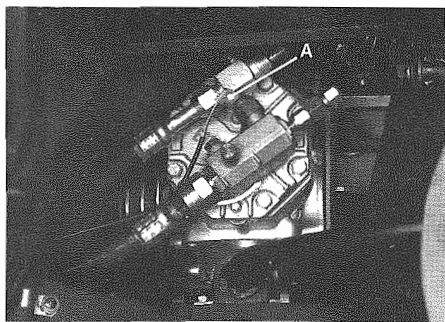

Fig. 7 - A - Cavo interruttore di bassa pressione
- Staccare il cavo interruttore di bassa pressione (**Fig. 7**).
- Disconnect low pressure switch cable (**Fig. 7**).